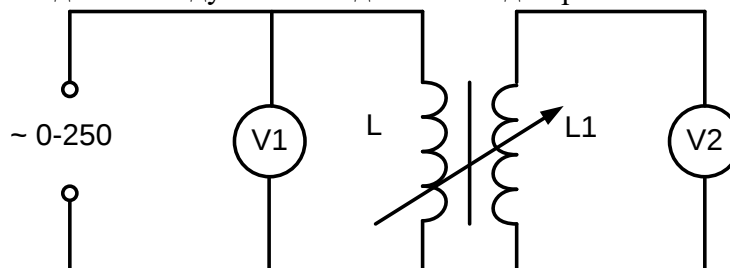

Рис. 3.1 Схема дослідження індуктивного датчика
1. Зібрати схему дослідження індуктивного датчика згідно рис. 3.1.